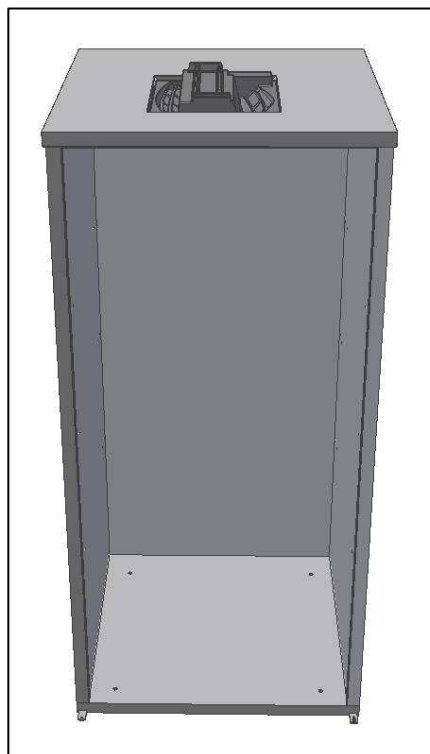

Abb. 7
- Bringen Sie die **Abdeckplatte** auf den Seitenwänden und der Rückwand in Position und befestigen Sie sie nur mit der Rückwand (Abb.7);